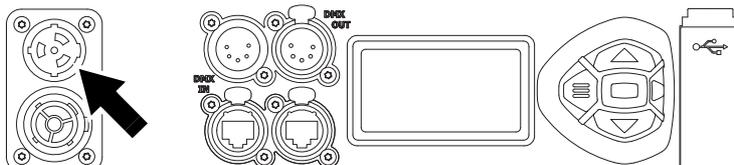
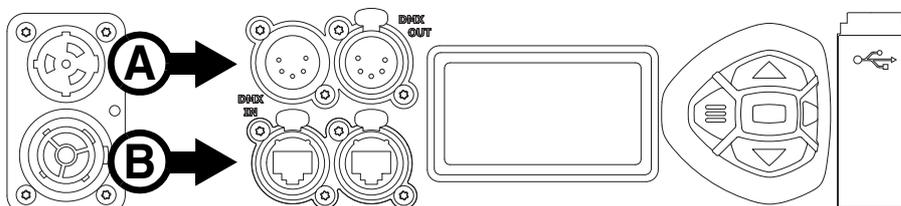

Figure 7: Embase d'alimentation secteur
Figure 8: Embases de télécommande
2. Voir Figure 7. Alignez les détrompeurs de la fiche TRUE1 avec l'embase MAINS IN (repérée ci-contre). Insérez la fiche dans l'embase et tournez-la d'un quart de tour pour la verrouiller. Si la fiche ne s'engage pas bien ou a du mal à tourner, retirez-la, vérifiez les détrompeurs et
Le MAC Allure™ Wash PC dispose d'embases XLR 5 broches à verrouillage pour les communications DMX et RDM (voir **A** en Figure 8). Le brochage par défaut est :
Le MAC Allure™ Wash PC dispose d'embases Neutrik etherCON (voir **B** en Figure 8) pour la réception de DMX et RDM par les protocoles Art-Net et sACN ainsi que le protocole vidéo Martin P3 (voir Figure 7 en page 13). Chaque embase peut être utilisée comme entrée ou recopie indifféremment.